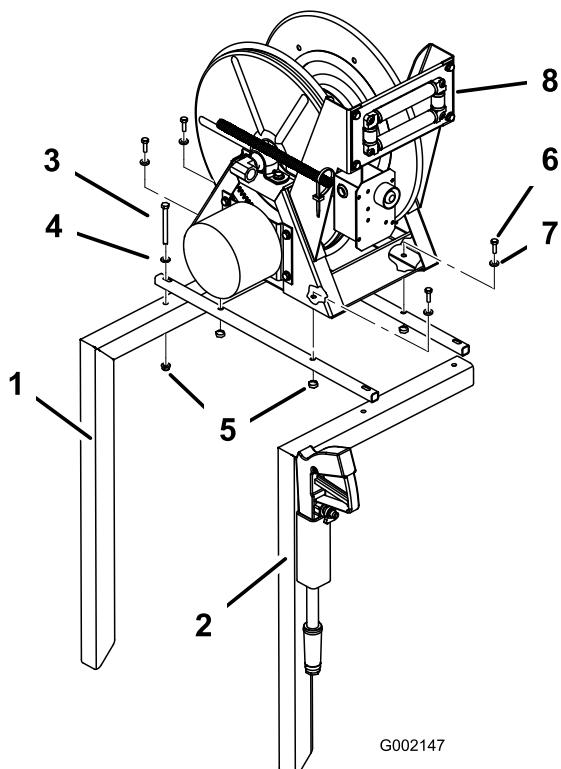

Figure 5
5. Fixez les 2 tubes de montage du dévidoir aux cadres du dévidoir (Figure 5) avec 4 boulons (5/16 x 3-1/4"), 4 rondelles (dia. ext. 11/16") et 4 écrous à embase (5/16"). Ne serrez pas complètement les fixations pour permettre un ajustement ultérieur.